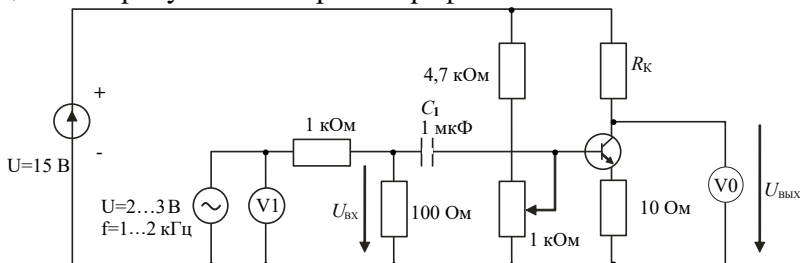

Рисунок 6 Схема для исследования влияния сопротивления в цепи коллектора на коэффициент усиления по напряжению
2.1. Соберите цепь согласно схеме (рис. 6). Для начала установите